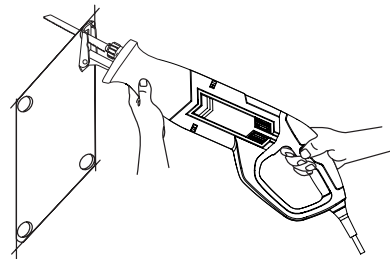

Fig. 8
- > Ligue o produto e espere até que atinja a velocidade máxima antes de deslocá-lo (Fig. 8).